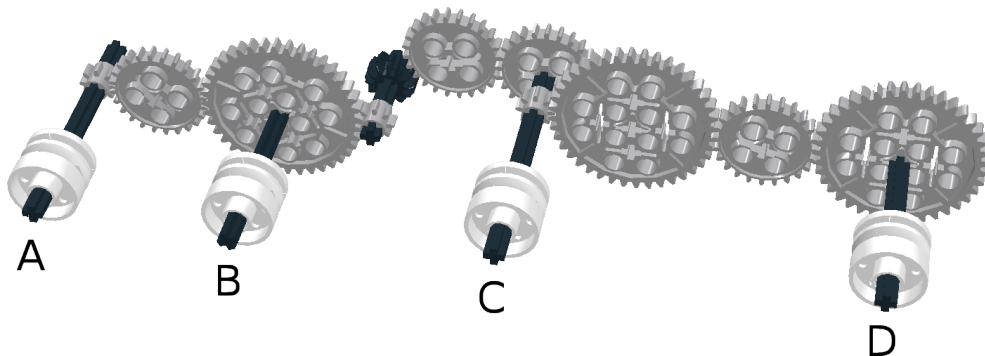

Abbildung 2: Getriebe
- a) Gegeben sei das Getriebe in Abb. 2. Bestimmen Sie das Übersetzungsverhältnis zwischen Zahnrad A und D. Das Übersetzungsverhältnis ist definiert durch:
**Hinweis:** Insgesamt für das Getriebe in Abb. 2 wurden 3 Zahnräder mit 8 Zähnen, 1 Zahnrad mit 12 Zähnen, 4 Zahnräder mit 24 Zähnen und 3 Zahnräder mit 40 Zähnen verwendet.
- d) Welche Unterschiede weist das neue Getriebe aus Aufgabenteil c) zu dem aus Abbildung 2 auf?